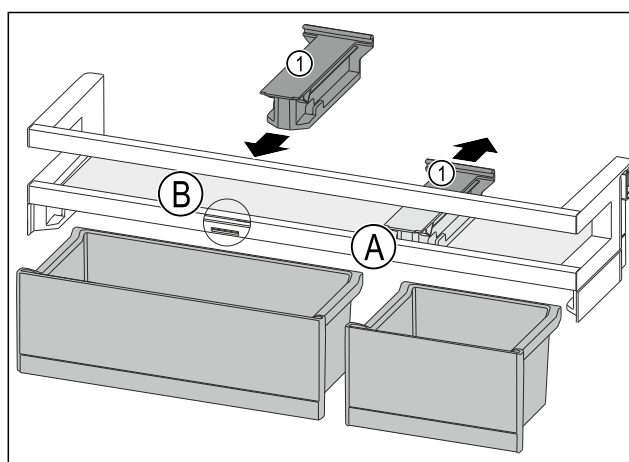

Fig. 82
- ▶ Retire la pieza de retención Fig. 82 (1) hacia atrás hacia la posición Fig. 82 (A).
- ▶ Inserte la pieza de retención Fig. 82 (1) en la posición Fig. 82 (B).